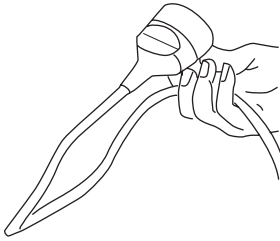

Fig. 20
1. Asegúrese de que el interruptor de encendido/apagado (8) esté en la posición de apagado.
2. Doble el cable alargador unos 30 cm desde el extremo, dirija el lazo a través del orificio (6) y enganche el lazo en la protección contra tirones del cable (5), tirando suavemente del cable para asegurarse de que esté bien sujeto. (Fig. 20, 21).